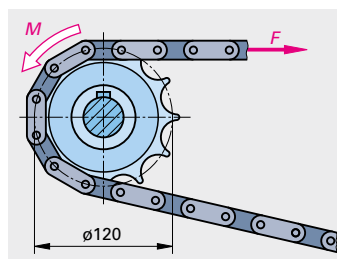

Bild 3: Kettentrieb
- Kettentrieb (Bild 3).** Das Kettenrad überträgt ein Drehmoment  $M = 144 \text{ N} \cdot \text{m}$ . Wie groß ist die Zugkraft  $F$  in der Kette?